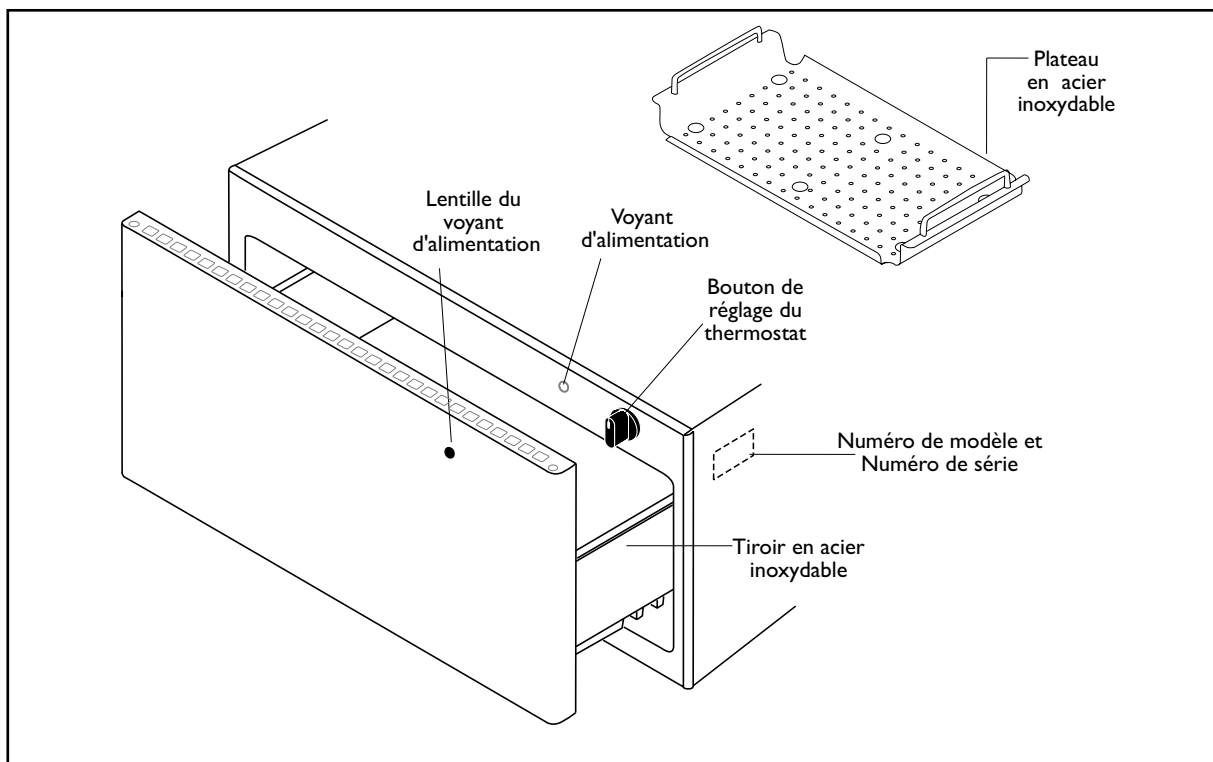

FIG. 01
4. Boutons : Vous pouvez retirer le bouton de température pour le nettoyer (Fig. 01).